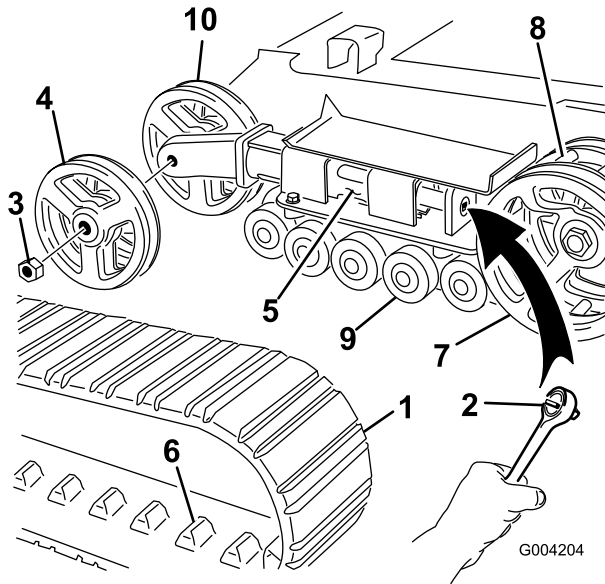

Figura 47
4. Usando una llave de 1/2 pulgada, alivie la tensión en la oruga girando el tornillo tensor en el sentido de las agujas del reloj (Figura 45 y Figura 47).
5. Empuje la rueda tensora hacia la parte de atrás de la unidad de tracción para mover el tubo tensor contra el bastidor (Figura 47). (Si no toca el bastidor, siga girando el tornillo tensor hasta que lo toque.)
6. Retire la tuerca que fija la rueda tensora exterior y retire la rueda (Figura 47).
7. Retire la oruga (Figura 47).
8. Retire la tuerca que fija la rueda tensora interior y retire la rueda (Figura 47).
12. Instale la rueda tensora interior y fíjela con la tuerca que retiró anteriormente (Figura 47).
14. Instale la oruga nueva, asegurándose de que los dientes de la oruga encajen entre los espaciadores de la rueda motriz (Figura 47).
15. Instale la rueda tensora exterior y fíjela con la tuerca que retiró anteriormente (Figura 47).